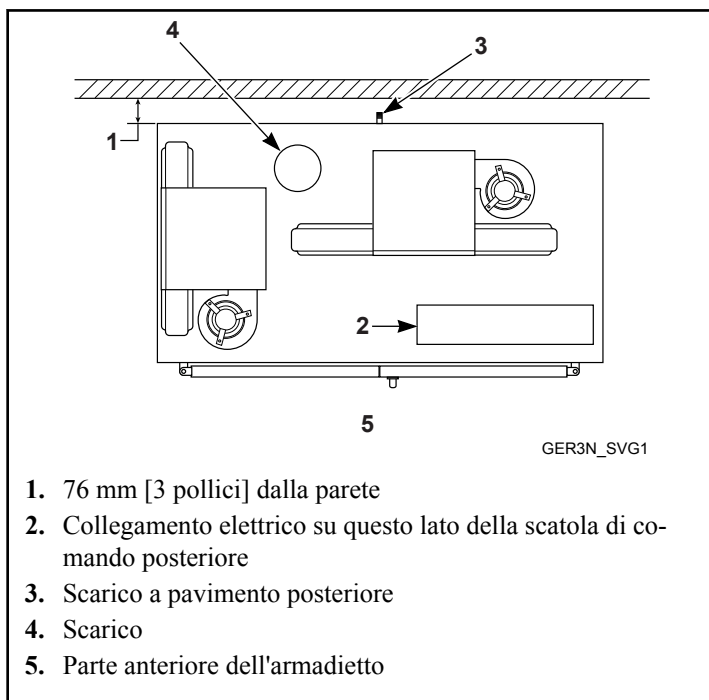

Figura 3
6. Il pannello posteriore della macchina deve essere a un minimo di 76 mm [3 pollici] dalla parete. Vedere la *Figura 3*.